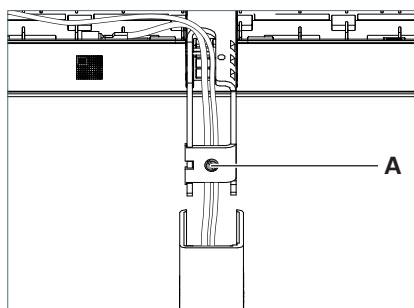

Fig. 17 : Ajuster la tête du luminaire.
- ▶ Pour relever légèrement la tête du luminaire, tourner la vis de réglage **A** d'un tour dans le sens antihoraire, voir Fig. 17.